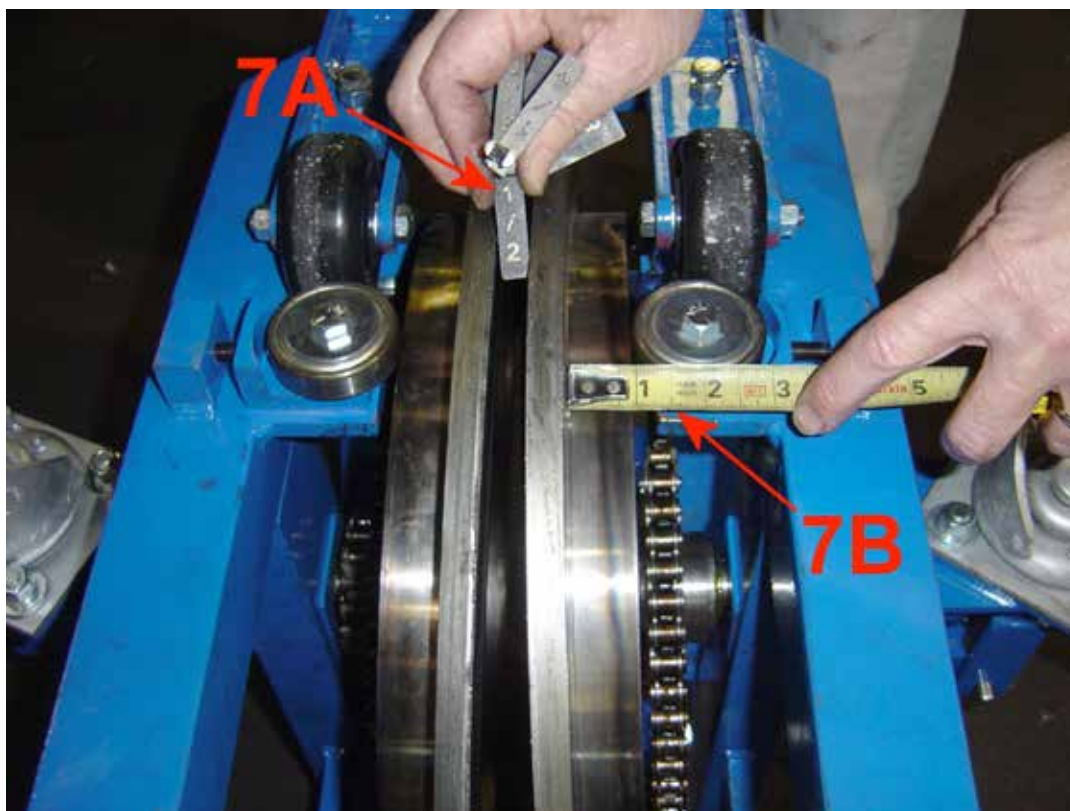

Figure 7 Réglage des lames de compression
| Figure 7 Réglages des lames de compression | 8 |
11. Faire glisser les lames de compression l'une vers l'autre ou en les séparant jusqu'à ce qu'elles soient environ 1/16" plus étroites que la largeur mesurée du joint ruban. Prendre le Tableau 2 comme guide au moment de régler l'écartement de la roue pour les tailles nominales du joint ruban. Un ensemble complet de cales étalons (7A) vient avec le Delastall Kompressor pour vous aider avec le réglage de l'écartement. Veiller à bien garder les lames de compression au centre de la structure, ce qui peut se faire en mesurant la distance de la face interne de la lame de compression jusqu'au bord interne de l'angle de la structure inférieure, comme le montre la figure 7, point B. Cette mesure servira comme la principale référence de montage.